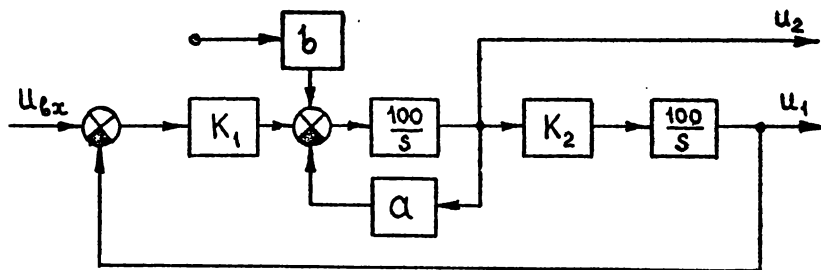

Рис.32
1*. Для структурной схемы фильтра, изображенной на рис.32, определите передаточную функцию
7. Смоделируйте на АБК-6 фильтр по схеме рис.32. Настройте фильтр: получите $f_0 = 90 - 100$ Гц, $Q = 10$. Используя делитель или блок b первого интегратора, получите фильтр с единичным коэффициентом передачи на резонансной частоте.